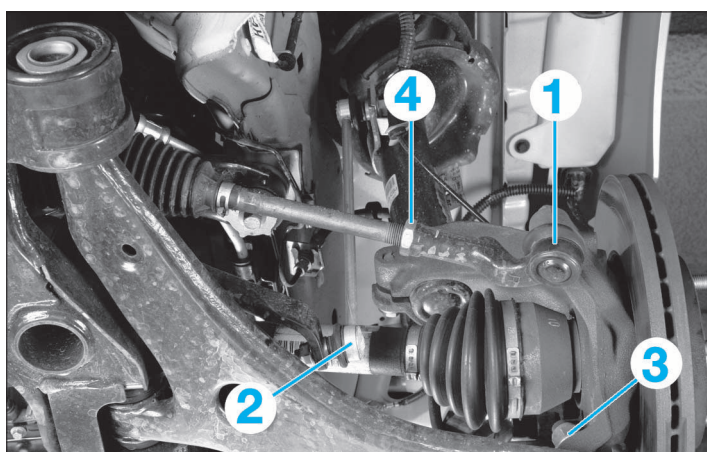

FIG. 10
- Desserrer le contre-écrou (4) et l'écrou de fixation (1) de la biellette de direction (Fig.10).
- les écrous de rotule (1) de direction sur le pivot et la désaccoupler (Fig.10).
- les écrous inférieurs de barre stabilisatrice (2) et la désaccoupler.
- les écrous de bras inférieurs de suspension sur le pivot (3) et les désaccoupler (maintenir la rotule à l'aide d'une clé 6 pans mâle de 5 mm).